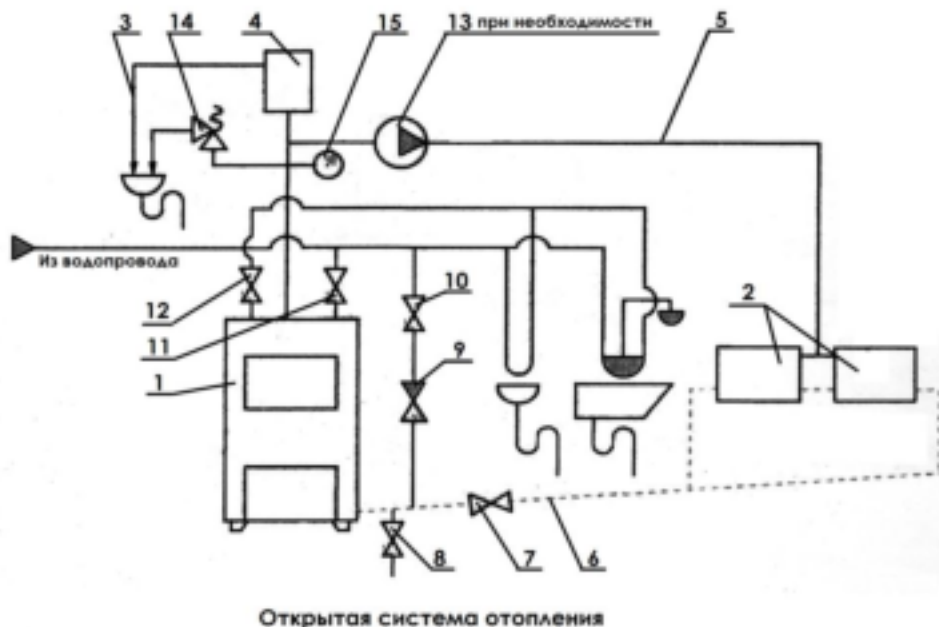

Рис.36 Схема системы отопления
Перед началом работы котла НЕ ОБХОДИМО медленно, не более 8 л/мин, заполнить систему водой до ее появления из переливной трубки 3 (рис. 36) расширительного бака 4, и далее начать розжиг котла согласно настоящему руководству или руководству по эксплуатации на газогорелочное устройство.
12.2 В зимнее время, если потребуется прекратить топку на срок свыше суток, необходимо, во избежание замерзания, полностью освободить систему отопления и горячего водоснабжения от воды. Система отопления освобождается через спуск воды В (рис.36). Для слива из системы горячего водоснабжения необходимо отсоединить подводящую водопроводную трубу и продуть змеевик водоподогревателя воздухом.